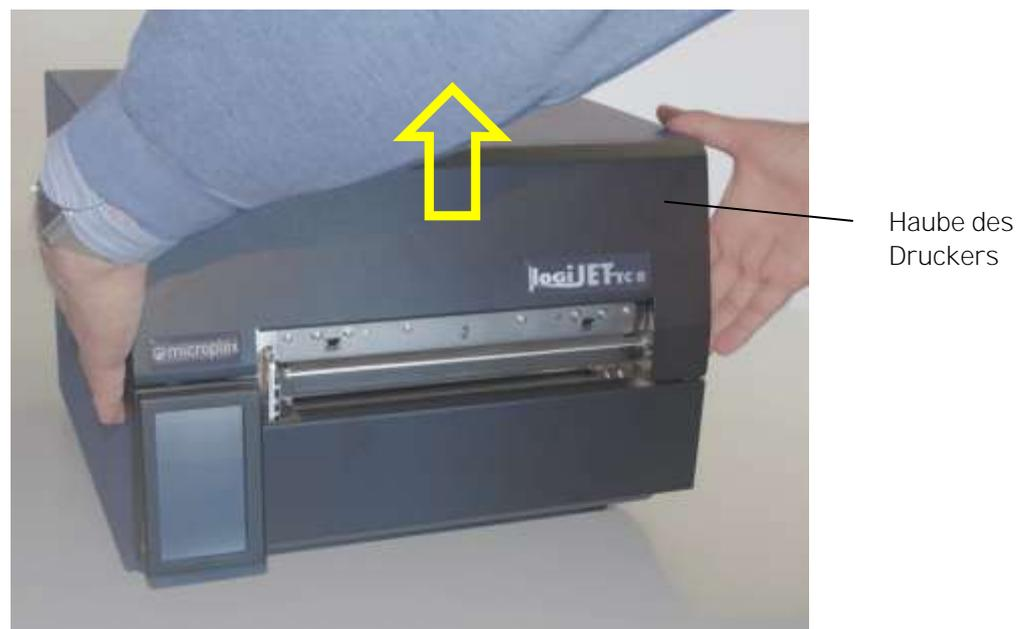

Abb. 5.1.1.a Haube des Druckers öffnen
2. Öffnen Sie die Haube des Druckers, bis sie ca. senkrecht steht (vgl. Abb. 5.1.1.a).
3. Betätigen Sie den Hebel zum Entriegeln der vorderen Druckkopfeinheit und schwenken Sie die Druckkopfeinheit nach oben (siehe Abb. 5.1.1.b).